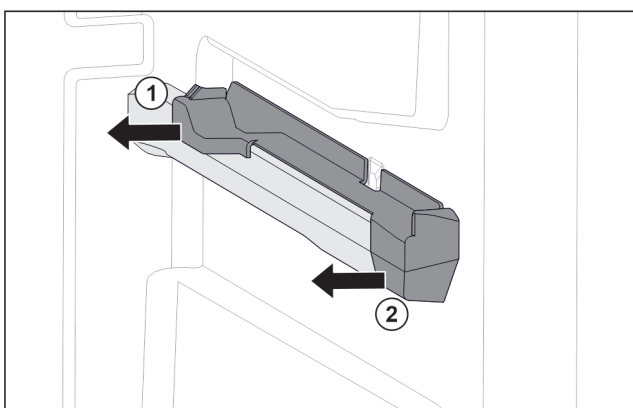

Fig. 149 Elemento inseribile sulla nervatura destra del contenitore
- Estrarre l'elemento inseribile dal lato posteriore di lato. Fig. 149 (1)
- Estrarre l'elemento inseribile dal lato anteriore di lato. Fig. 149 (2)